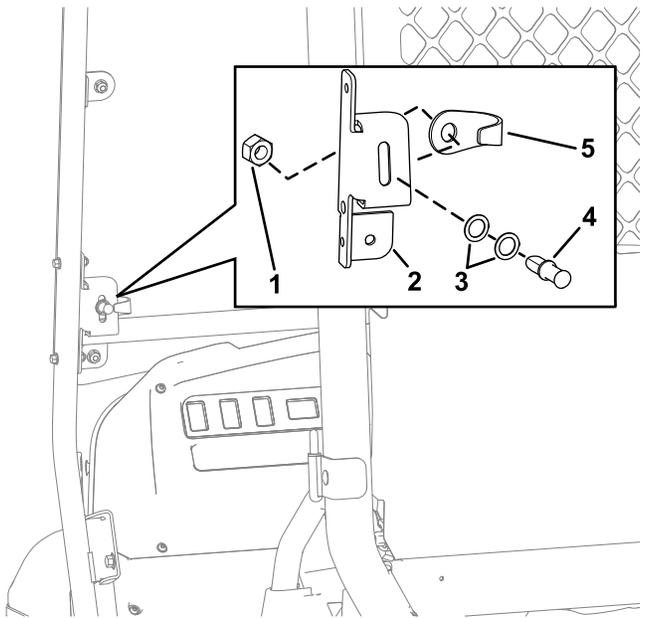

図 63
1. 図 63に示すように、ラッチピンとピンガードをマウントブラケットの開口部に合わせる。
2. ラッチピン最初はワッシャーなしをピンガードに挿入する(図 63)。
3. ラッチピンとジャムナットをマウントブラケットの開口部の裏側に位置合わせする(図 63)。
4. ジャムナットをラッチピンに手締めする(図 63)。